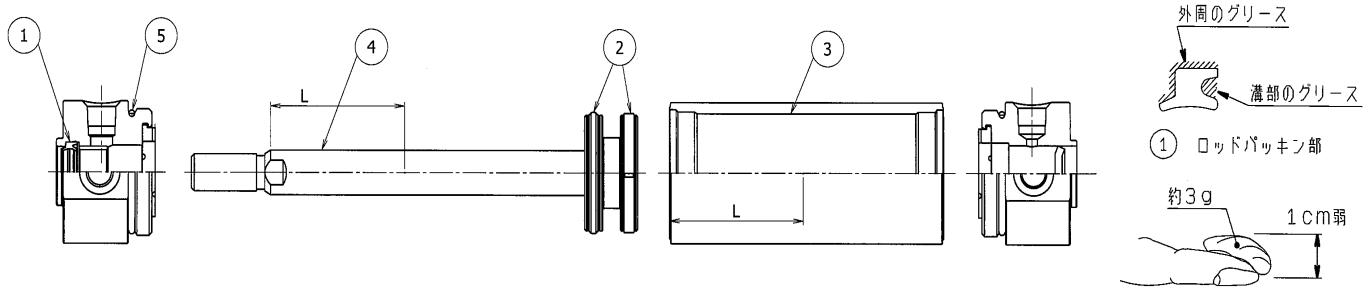

図 8. グリース塗布位置
シリンダの各部品には図 8 の各部分にグリースを塗布しますが、100 ストロークのシリンダ 1 本に付表 7 の量が必要です。目安としては人差指でさくった程度が約 3(g)です。
1) ロッドパッキン(図 8, ①)
2) ピストンパッキン (図 8, ②)
3) チューブガスケット (図 8, ④)